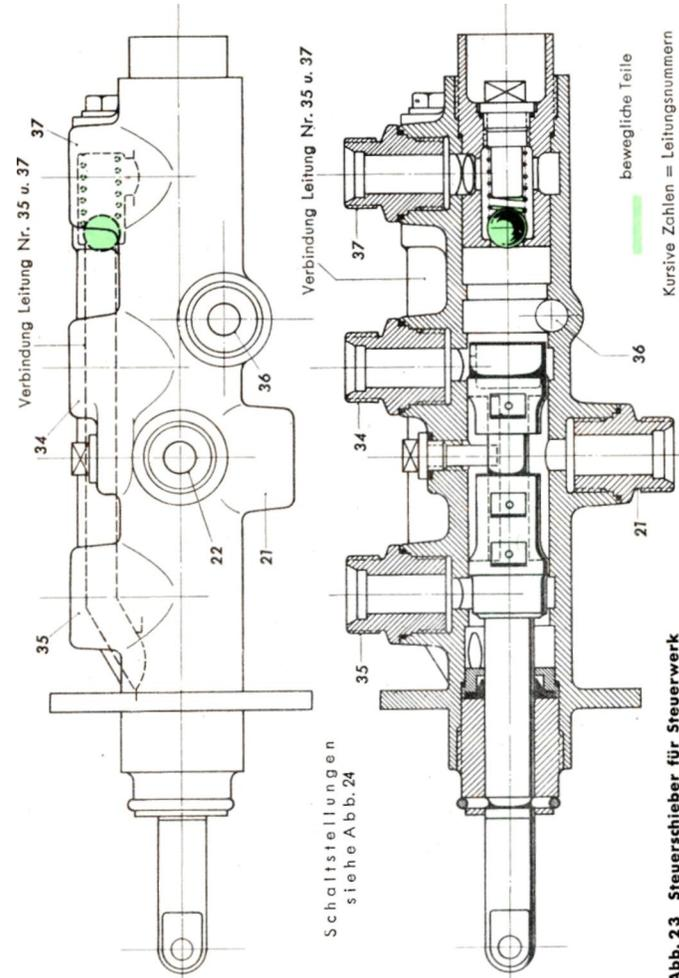

Abb. 23 Steuerschieber für Steuerwerk
Der Steuerschieber für Steuerwerk (Abb. 23), der im Rumpf am Spant 9 (3) (Abb. 6) und (10) (Abb. 41) eingebaut ist, wird vom Führerraum aus über DuZ-Gestänge von Hand betätigt.
- [siehe auch Abb. 23, Hauptabschnitt 4 „Steuerwerk“!]